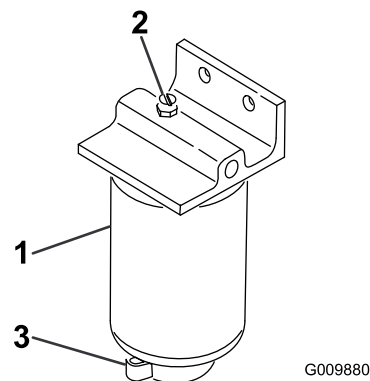

Bild 57
3. Lösen Sie das Ablassventil an der Unterseite der Filterglocke (Bild 57).
2. Reinigen Sie den Anbaubereich der Filterglocke (Bild 57).